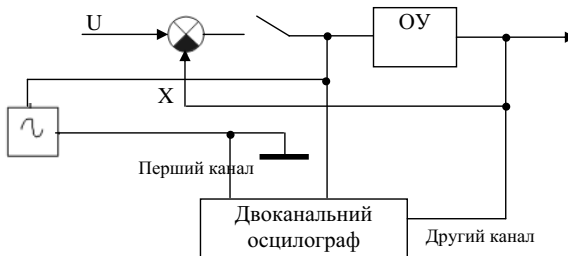

Рис. 20. Схема включення лабораторної установки
1. Зібрати лабораторну установку відповідно до рис. 20.